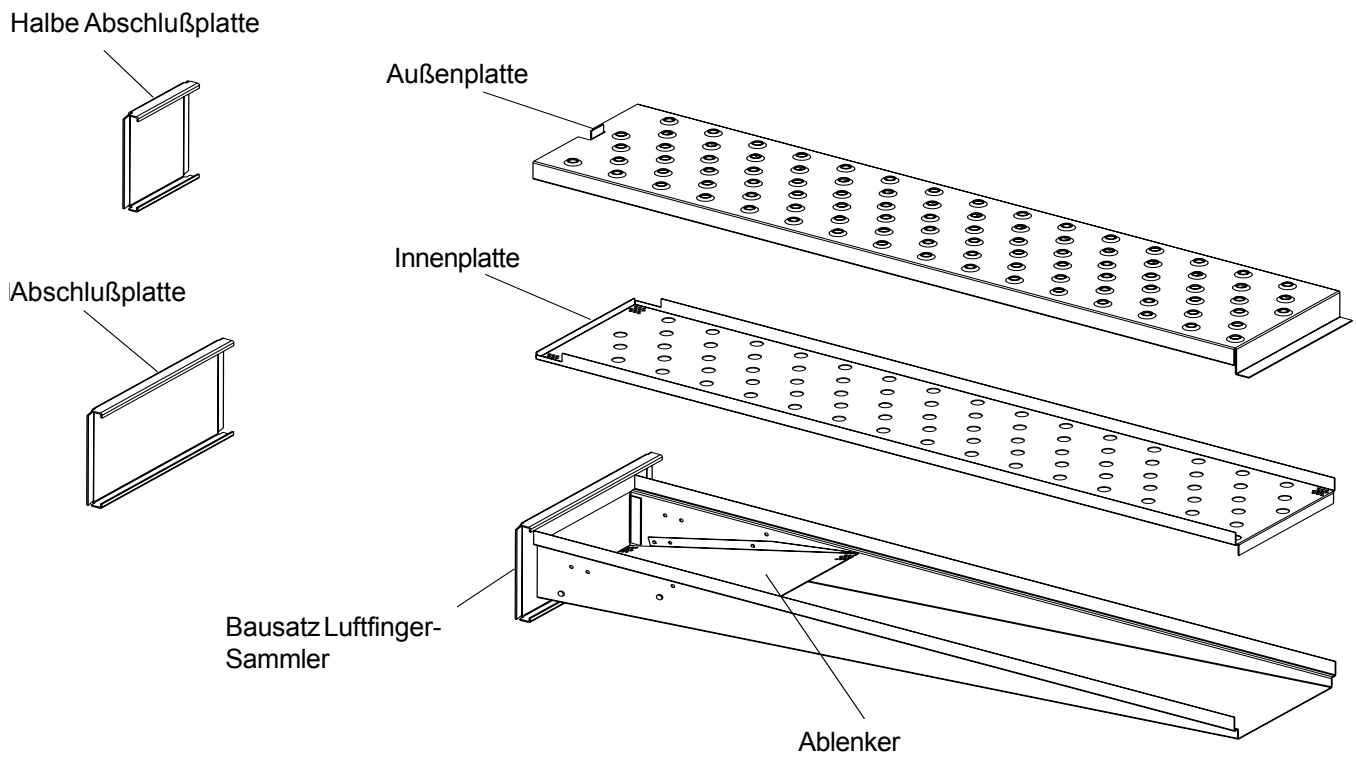

Abbildung 1-9. Abschlußplatten (zwei Größen) und ein Luftfinger.
F. Luftfinger und Abschlußplatten - Siehe Abb. 1-9